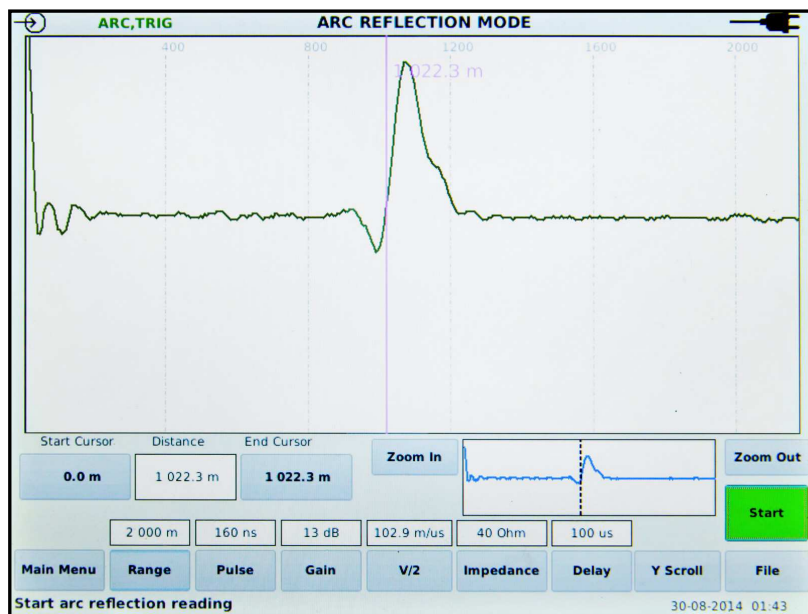

Рисунок 38 – Режим «**ARC**», обычное измерение без подачи высокого напряжения, конец (обрыв) кабеля на расстоянии 1022,3 м
2.5.2.6 После однократного включения высоковольтного генератора в кабеле происходит разряд и зажигание дуги в месте дефекта. При этом произойдёт импульс запуска на входе «**TRIG**», который запустит режим записи рефлектограммы во время горения дуги в кабеле. Полученная вторая рефлектограмма (зелёного цвета) будет отображена на экране прибора (см. рисунок 38).